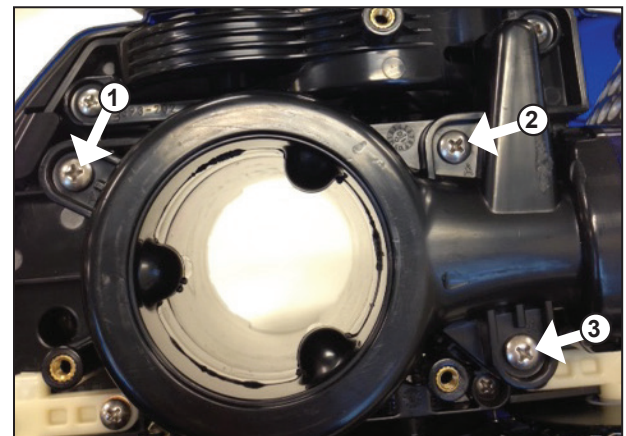

Figura 22. Vuelva a colocar los tres (3) tornillos del sistema de administración de agua
8. Vuelva a colocar los tres (3) tornillos del sistema de administración de agua (Figura 22).